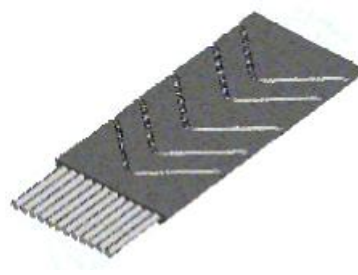

Рис.13. Тяговый ремень
1.4.7.1. В качестве тягового элемента в **Gen2 Comfort** применяются полиуретановые ремни (*рис.13*) размером 30х3 мм, армированные 12 стальными канатами диаметром 1,61 мм каждый и разрывным усилием 32 кН. Каждый канат сплетен из оцинкованных проволок